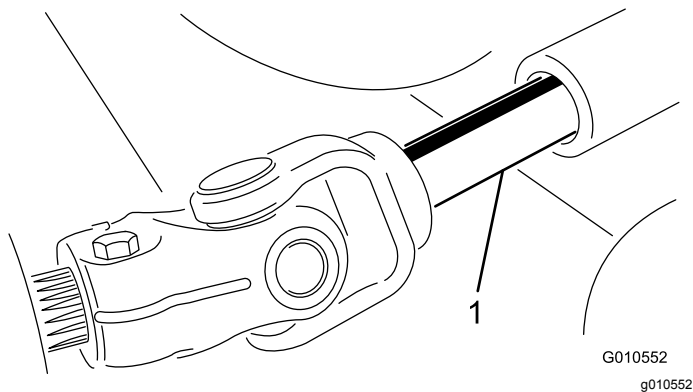

Figura 20
4. Aleje la unidad de corte de la unidad de tracción, separando las secciones macho y hembra del árbol de la TDF (Figura 20).